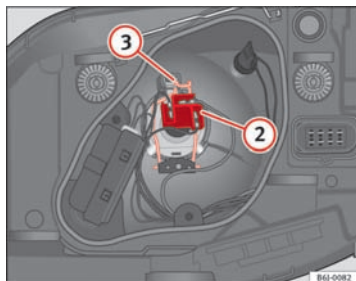

Fig. 146 Nær-/fjernlys i forbindelse med enkelt forlygte
- Træk stikket ⇒ Fig. 146 (2) af pæren.
- Tag fjederen ⇒ Fig. 146 (3) af ved at trykke den ind og dreje mod højre.